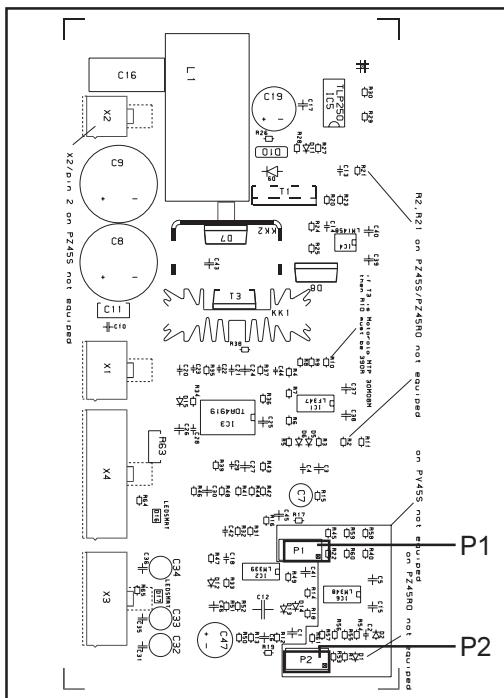

Abb. 5 Print PZ45RO
- Korrekturmöglichkeit mit P2 am Print PZ 45RO - Abb.5
- Korrekturmöglichkeit mit P1 am Print PZ 45RO - Abb.5